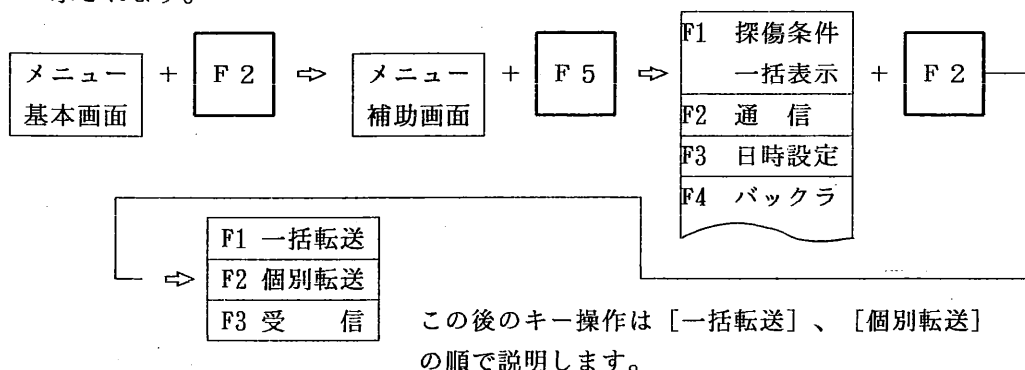

図 6.2.9 通信機能呼び出すフロー
〔探傷条件／探傷データを計算機に転送する場合の手順〕（図 6.2.9参照）
- ① 選択キー〔F 2〕を1回押すと、メニューエリアにメニュー補助画面が表示されます。
- ② 選択キー〔F 5〕を1回押すと、メニューエリアに図 6.2.9に示す選択メニューが表示されます。
- ③ 選択キー〔F 2〕を1回押すと、メニューエリアに図 6.2.9に示す選択メニューが表示されます。